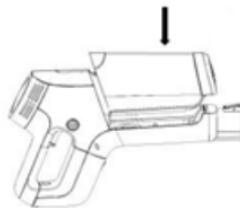

Рис. 2
- Установите контейнер-пылесборник (7) на моторный блок пылесоса, убедитесь, что фиксатор (6) надежно зафиксировал контейнер-пылесборник (рис. 2).